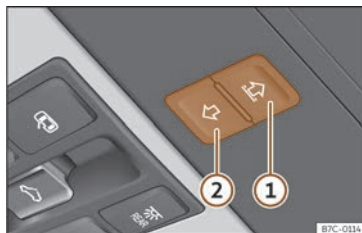

Abb. 62 Im Dachhimmel: Funktionsfläche zur Bedienung des Sonnenschutzrollos.
- Wenn sich das Sonnenschutzrollo innerhalb von 5 Sekunden immer noch nicht schließen lässt, drücken Sie den Taster >>> (Abb. 62) ②, bis das Sonnenschutzrollo vollständig geschlossen ist. **Das Sonnenschutzrollo schließt ohne Einklemmschutz!**